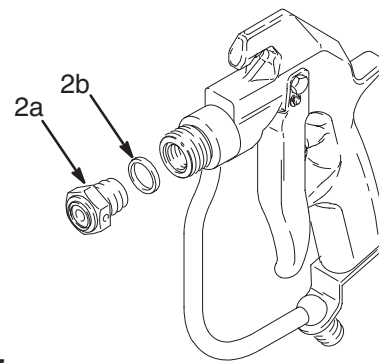

Fig. 7
3. Skru ut ventilsetet (2a). Ta ut pakningen (2b). Se Fig. 7.